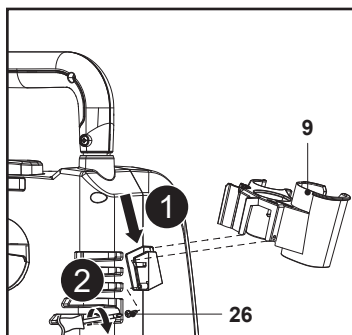

Fig. 1
1. Deslize o suporte da suspensão (9) para o respetivo apoio e alinhe os orifícios de montagem e, em seguida, utilize uma chave de parafusos de cabeça cruzada (não fornecida) adequada para fixar a ligação com o parafuso (ST3,5 x 13) (25) (Fig. 1).